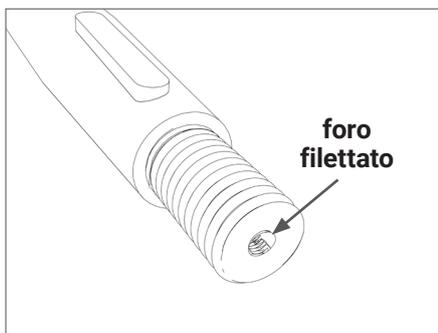
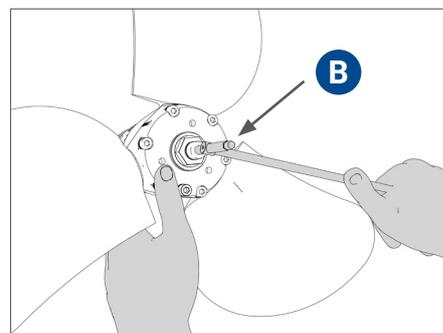

FIG. 16 Ricavare foro filettato sull'asse, deve essere perfettamente centrato e in asse
FIG. 17 Avvitare bullone di sicurezza
- Se per maggiore sicurezza si volesse procedere con questa soluzione, bisognerà praticare un foro filettato nell'asse porta-elica con filettatura di dimensione adatta al bullone, facendo attenzione che questo sia centrato e perfettamente in asse (Fig. 16), per poter inserire il bullone di sicurezza **B** (Fig. 17).